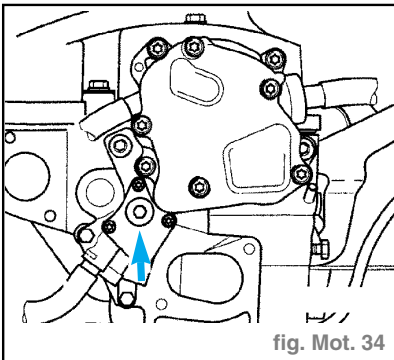

fig. Mot. 34
- Dévisser la vis d'obturation (flèche) (fig. Mot. 34).